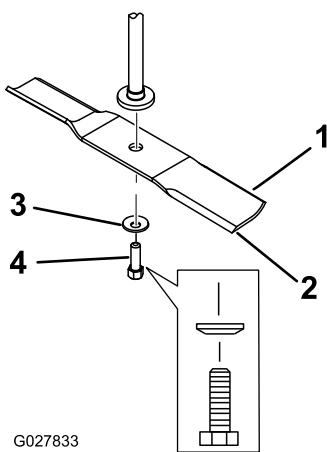

Figure 56
2. Enlevez de l'axe, le boulon, la rondelle bombée et la lame (Figure 56).
- Placez la lame sur l'axe (Figure 56).
- Montez la rondelle bombée (face concave vers la lame) et le boulon de lame (Figure 56).